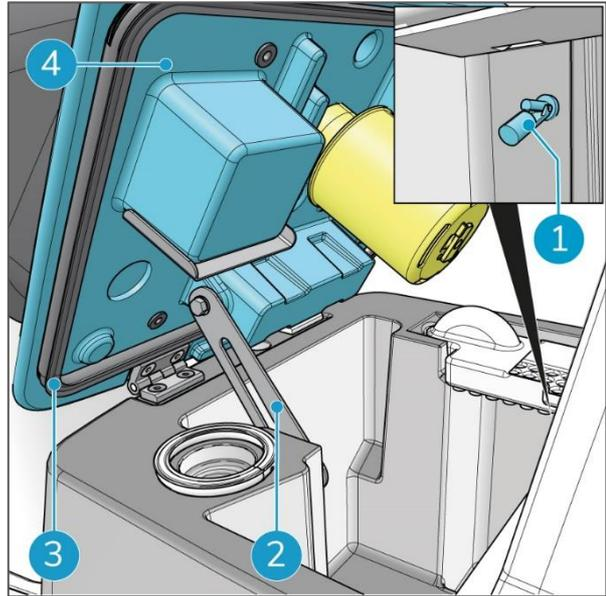

Figure 46
3. Ouvrez le couvercle du réservoir de récupération (Figure 46, pos. 4).
4. Vérifiez le joint en caoutchouc (Figure 46, pos. 3). S'il est contaminé, nettoyez-le avec une lavette humide.
10. Lorsque le réservoir de récupération est vide, rincez-le avec de l'eau (Figure 46).
11. Nettoyez le dessous du couvercle à l'eau (Figure 46).
12. Nettoyez l'interrupteur à flotteur (Figure 46, pos. 1) avec de l'eau pour éviter qu'il ne colle.
5. Déverrouillez le crochet de sécurité (Figure 46, pos. 2) et fermez le couvercle du réservoir de récupération